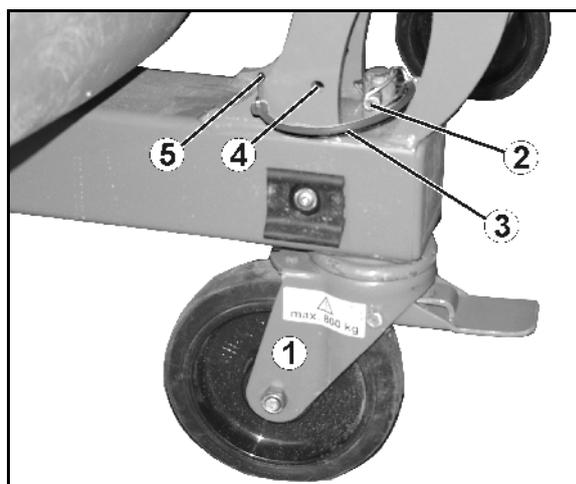
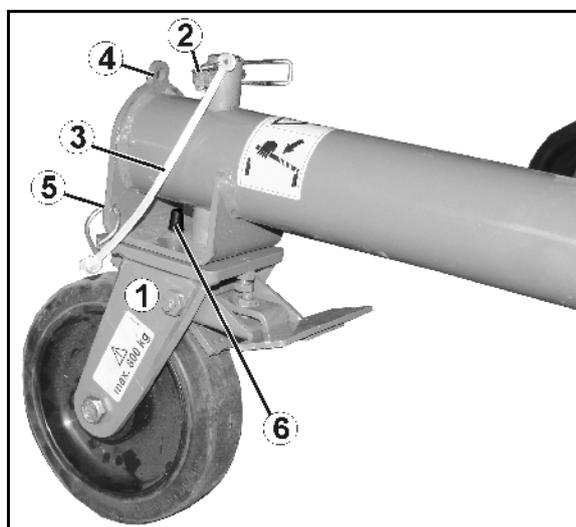

Fig. 55
Fig. 56
5. **Rolos móveis à frente** (Fig. 55/1) / **Rolos rígidos atrás** (Fig. 56/1)
- o montar e fixar com um encaixe de charneira (2), ou
Ao montar os rolos rígidos prestar atenção para que a cavilha (Fig. 56/6) passe através do orifício do quadro, mantendo assim os rolos no sentido longitudinal.